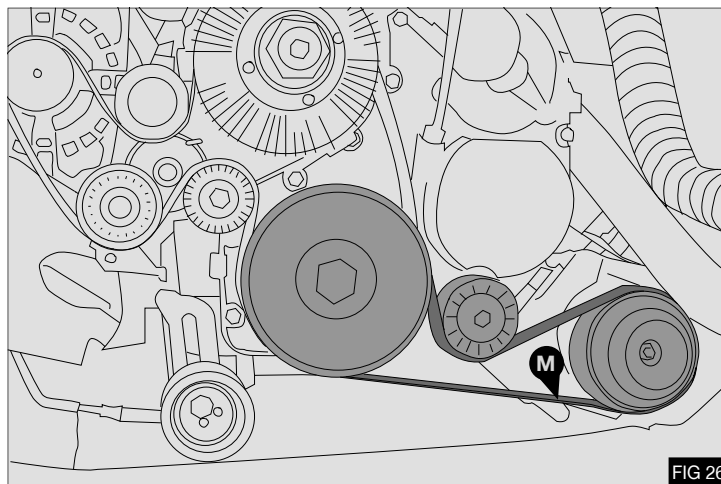

FIG 26
6. Montare la cinghia di trasmissione del compressore del climatizzatore (N) - Fig 26